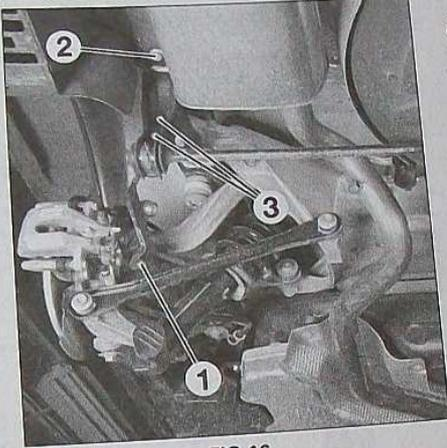

FIG. 16
- la fixation (1) (Fig.16) de biellette de barre stabilisatrice.
- la fixation (2) de barre stabilisatrice.
- les fixations (3) du demi-palier de barre stabilisatrice.